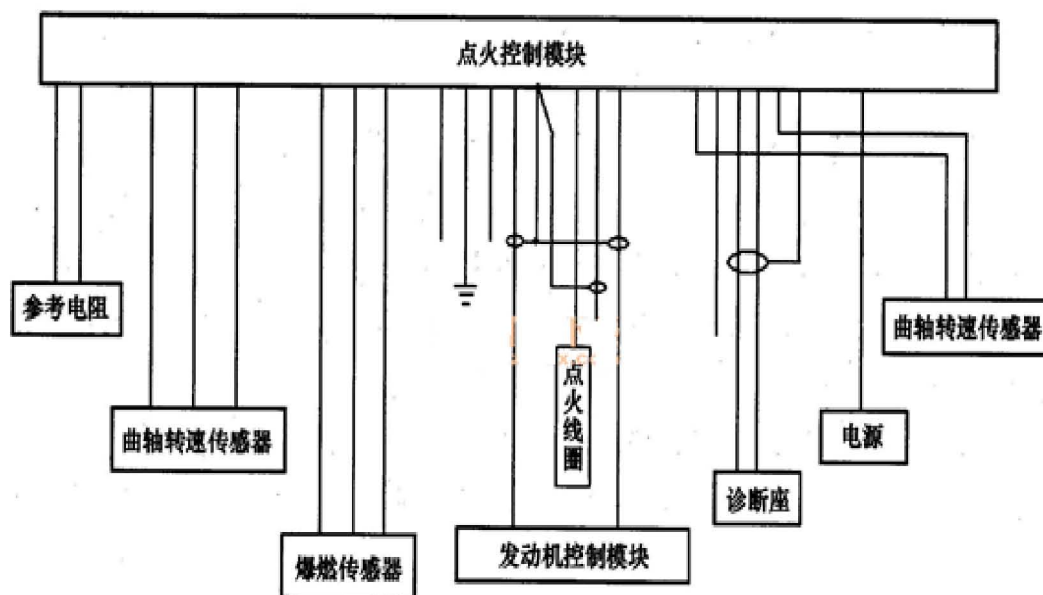

图 4-5 点火控制模块线路连接图
- 5). 更换点火控制模块，故障彻底排除。点火控制模块线路连接图见图 4-5。